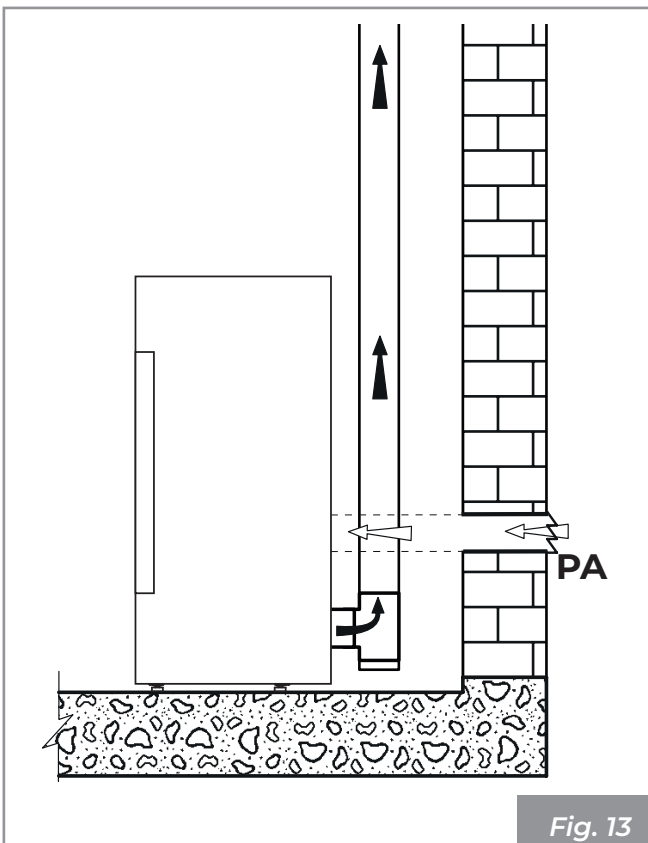

Fig. 13
- desde el ambiente de instalación o de los locales contiguos apropiados (**Fig. 13**)
Realizar la toma de aire en la pared (**Fig. 13 - PA = Toma de Aire**), y dejar el aparato libre para extraer aire en el ambiente.